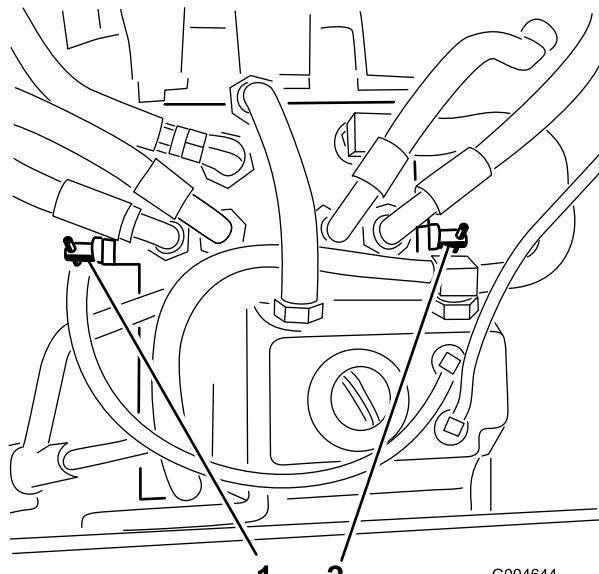

Figura 34
3. Gire las válvulas de desvío una vuelta en el sentido contrario a las agujas del reloj (Figura 34).
Gire cada válvula de desvío una vuelta en el sentido de las agujas del reloj y apriételas a mano (par de apriete de 8 Nm aproximadamente) (Figura 34).